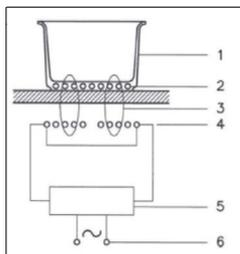

Fig.1 - Abb.1 - Afb. 1 - Рис. 1 - Rys. 1 - Kuva 1.- 图 1 - 1. ábra - Ерк. 1.
**PRINCIPIOS DE FUNCIONAMIENTO (Fig. 1)**
(Fig. 1)